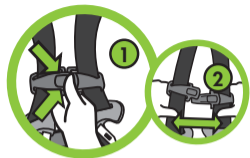

Figure 23
- Appuyez sur la languette de dégagement de (1) et détachez (2) pour séparer comme indiqué à la **Figure 23**.